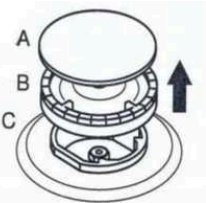
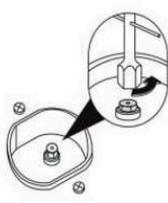

Figure 19
Figure 19.1
- Verwijder het branderdekseel en de brander zoals afgebeeld in Afbeelding 19. Verwijder de injector met behulp van een 7-inch schroevendraaier zoals afgebeeld in Afbeelding 19.1.